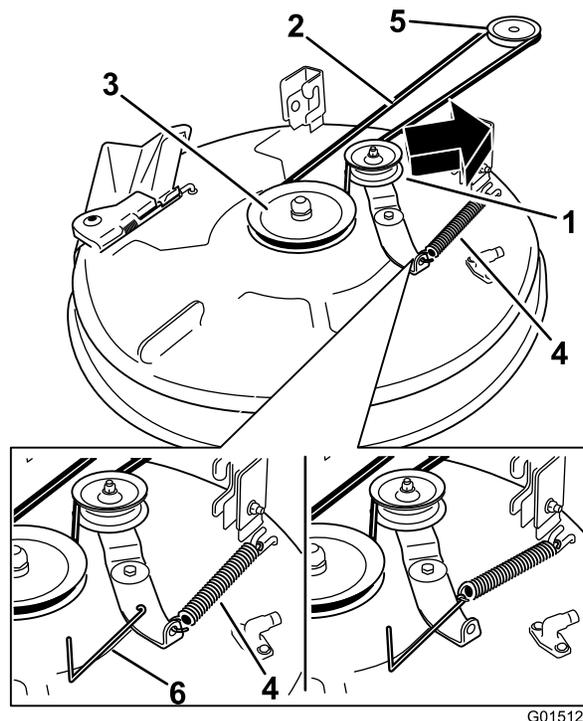
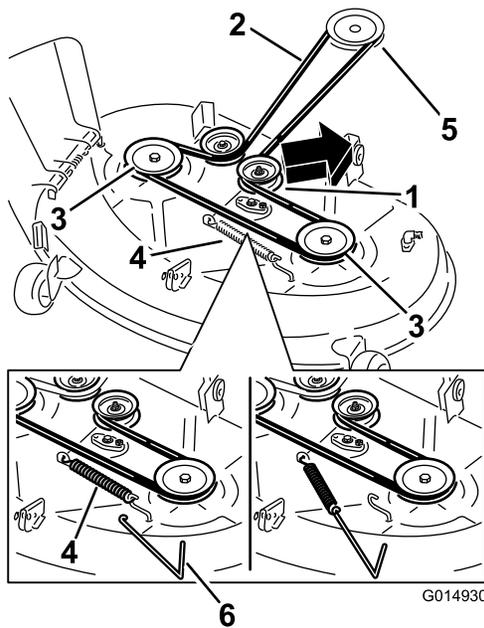

Figura 68
Figura 69
gancio del piatto di taglio per eliminare la tensione dalla puleggia tendicinghia e togliete la cinghia dalle pulegge (Figura 68 e Figura 69).
- Montate la nuova cinghia attorno alla puleggia del motore e a quelle del tosaerba (Figura 68 e Figura 69).
- Servendovi di un attrezzo per la rimozione delle molle (n. cat. Toro 92-5771), agganciate la molla di rinvio al gancio del piatto di taglio per mettere in tensione la puleggia tendicinghia e la cinghia del tosaerba (Figura 68 e Figura 69).